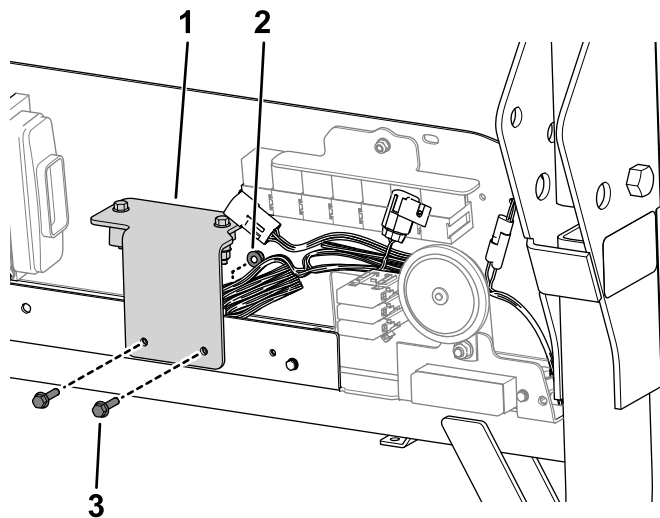

Figura 10
14. Utilize dois parafusos (M6 x 25 mm) e duas porcas flangeadas (M6) para prender a montagem do sensor de declive no painel elétrico (Figura 10).